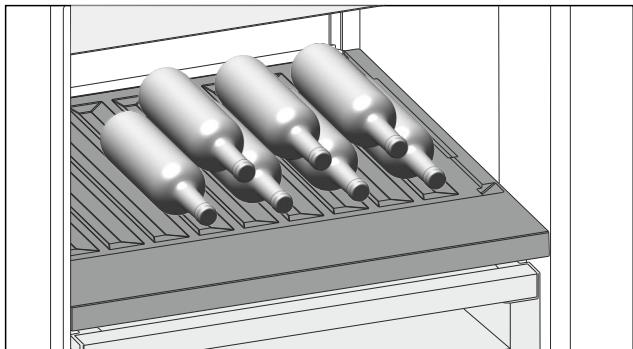

Fig. 117
- ▶ Stavite boce s dnom prema stražnjoj stijenci hladnjaka. (pogledajte Fig. 117)